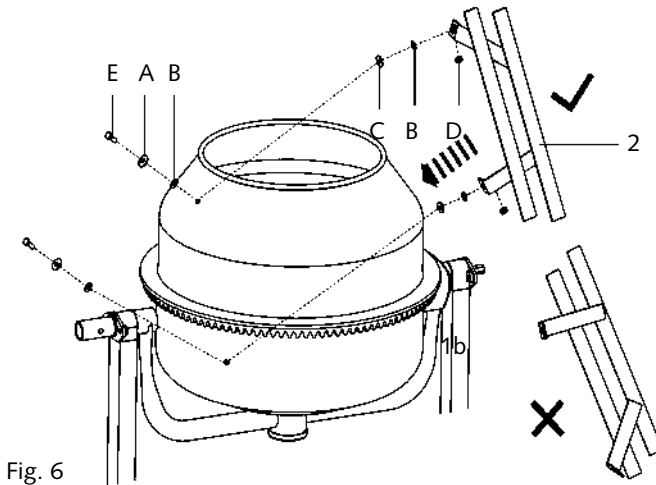

Fig. 6
1. Rikta in hålen och montera blandarbladet (2) i trumman (1).
2. Säkra anslutningen med bultar (E), brickor (A), tunna brickor (B), gummipackningar (C) och muttrar (D) (Fig. 6).